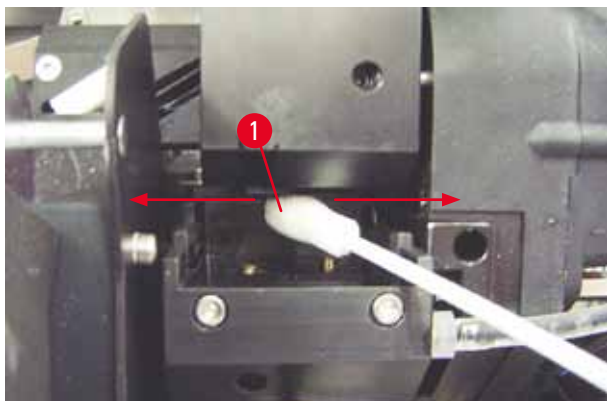

Abb. 51
- Stäbchen vorsichtig unter den Druckkopf schieben (→ "Abb. 51"). Mit leichtem Druck nach oben (auf den Druckkopf) vor und zurück bewegen (ca. 10 mal). Ablagerungen von getrockneter Tinte werden angelöst und so abgetragen.